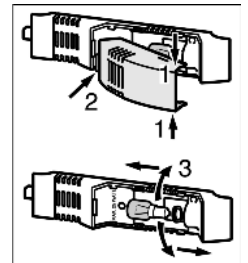

Fig. 16
- ▶ Het afdekkapje van de lamp boven en onder vastpakken *Fig. 16 (1)*.
- ▶ Het afdekkapje achter losklikken en verwijderen *Fig. 16 (2)*.
- ▶ Vervang de lamp *Fig. 16 (3)*.